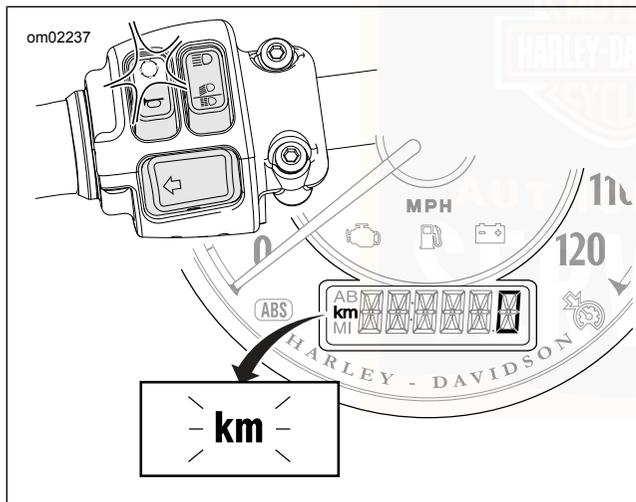

Abbildung 20. Ändern der Tachometereinheiten
2. Siehe Abbildung 20. Den Tageskilometerschalter gedrückt halten, bis sich die Tachometereinheiten ändern (km/h oder mph).